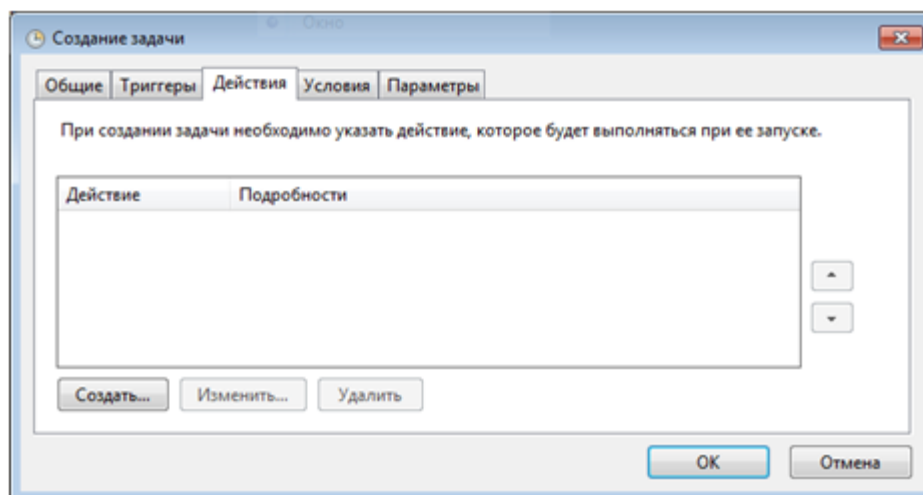

Рисунок 9-109 Переход к созданию действия
- на вкладке «Действия» нажать кнопку «Создать» (см. Рисунок 9-109). В появившемся окне